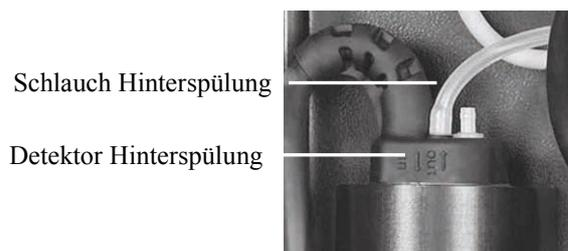

Abb. 30: Schlauchverbindung am Detektor der Hinterspülung
- c) Stecken Sie den Schlauch der Hinterspülung wieder an den Detektor an. Stecken Sie den Schlauch am *inneren* Anschlussport an (→ Abb. 30, Seite 59). Der *äußere* Port ist ohne Funktion.